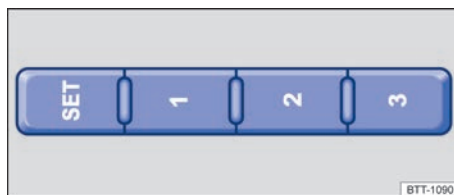

Fig. 99 En el lateral exterior del asiento del conductor: teclas de memoria.
- Pulse la tecla **SET** durante más de 1 segundo → fig. 99.